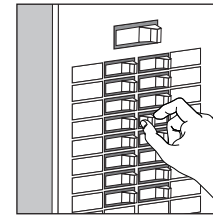

FIG. 2
- FIG. 2.** Place either the main (Master) switch to the "OFF" position, cutting off power to your entire home
- FIG. 2.** Mettez hors tension soit le commutateur principal, pour ainsi couper le courant dans toute la maison, soit le commutateur individuel qui commande l'alimentation au circuit particulier sur lequel vous mettez en place le nouvel appareil d'éclairage.
- FIG. 2.** Coloque el interruptor principal (Maestro) en la posición "OFF" (apagado), cortando el suministro de energía de todo su hogar, o bien, desconecte el interruptor individual que provee energía al lugar donde estará instalado el artefacto eléctrico.